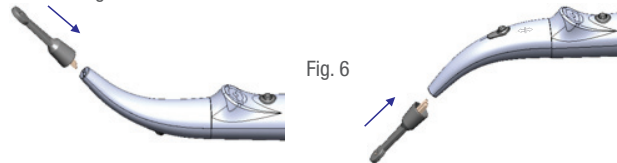

Fig. 6
6.4.2. Insérer complètement le capteur dans le support comme le montre la Fig. 6.